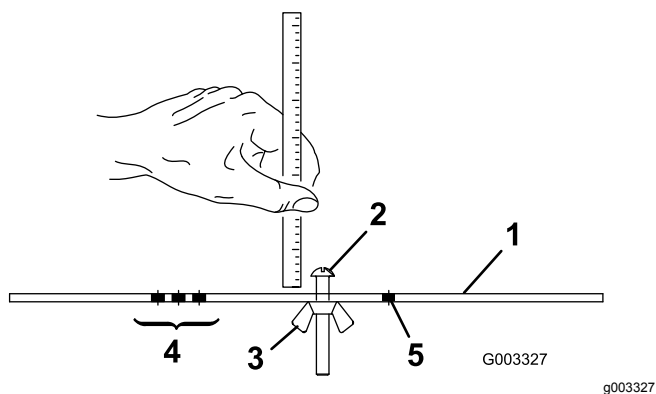

图 16
2. 松开调刀尺上的螺母 图 16 并将调节螺丝设定为所需的剪草高度。螺丝头底部与调刀尺表面之间的距离就是剪草高度。